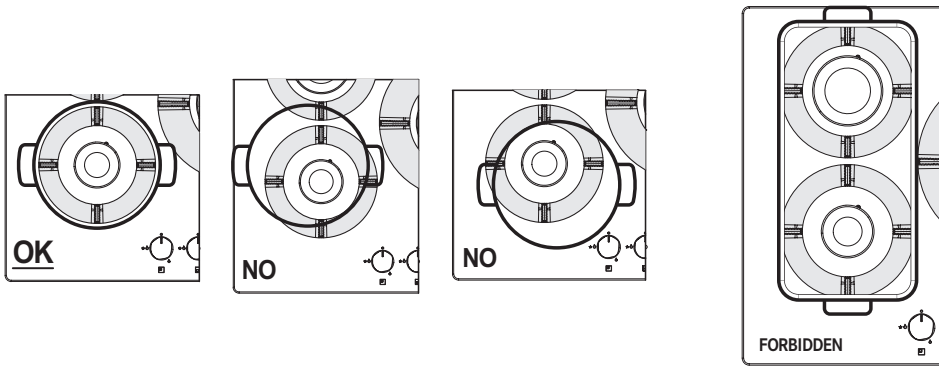

Fig. 1
L'utilizzo di pentole più grandi di quelle specificate può provocare un eccessivo surriscaldamento delle manopole e del piano e, in caso di uso prolungato, l'ingiallimento della copertura (se in acciaio inossidabile). Franke declina qualsiasi responsabilità in caso di danni dovuti a un tale utilizzo (Fig. 1).
- ▷ Non mettere la stessa padella su due bruciatori (Fig. 1).
- ▷ Non utilizzare due bruciatori contemporaneamente con un unico contenitore, come una casseruola o una padella per pesci (Fig. 1).